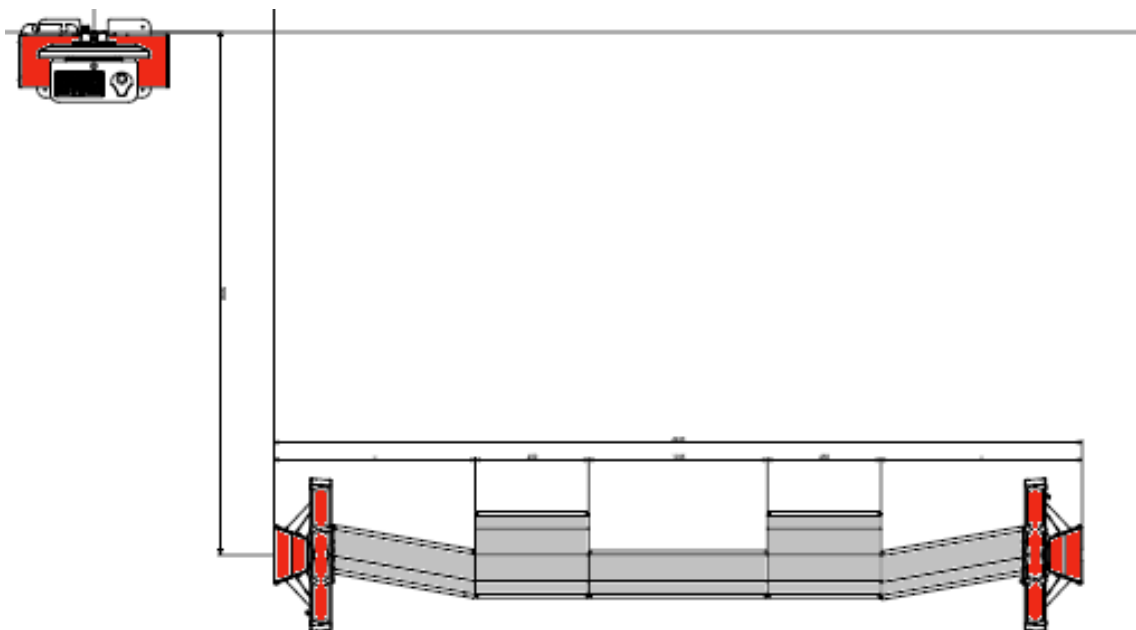

Abbildung 102 – Basiskonfiguration
- Die verschiedenen Messeinheiten, die Zentraleinheit, die Plattformen aus Metall und die Kabelabdeckungen nach den im Layout von Abbildung 102 aufgeführten Angaben und Maßen anordnen.
Die Abbildung 102 zeigt das Layout und die entsprechende Installationsfläche eines kompletten Systems. Demzufolge entspricht der Arbeitsplatz, in dem ein komplettes Pre-Check-System für die Achsvermessung aufgestellt wird, den Maßen **L x B x H = 6,50 x 3,50 x 2,50 m³**